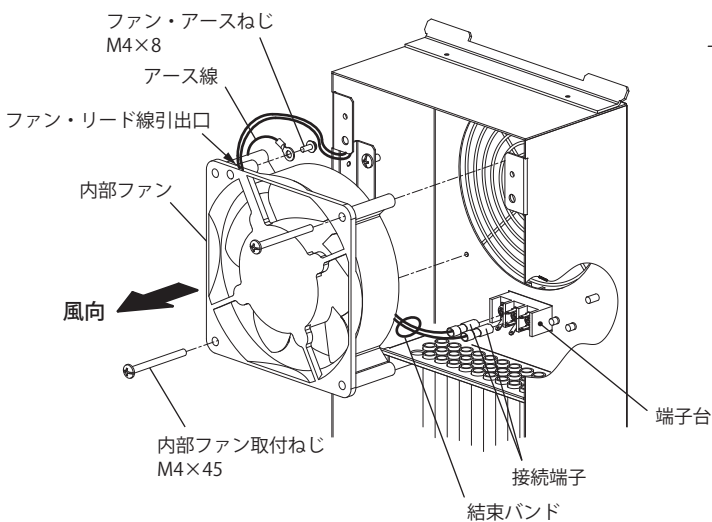

図 10
1. 内部ファン取付ねじ M4×45 (2カ所) を取り外し、端子台横の結束バンドを外してください。(図 10)